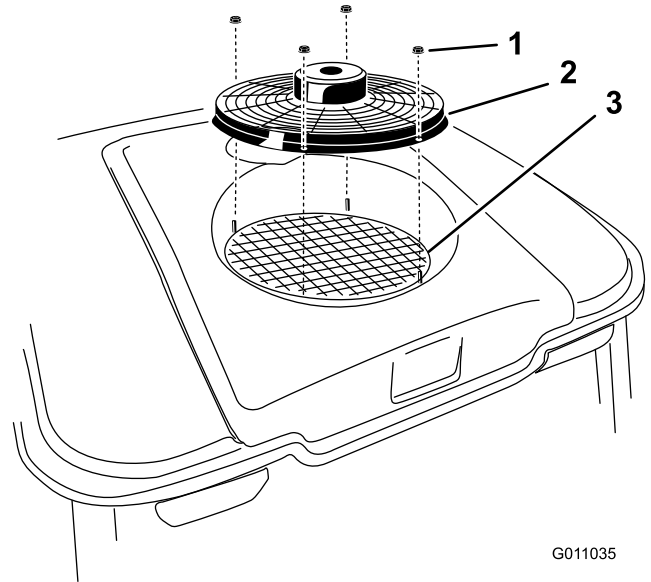

Bild 100
2. Nehmen Sie die vier Muttern ab, mit denen der Lüfter am Kabinendach befestigt ist; entfernen Sie den Lüfter (Bild 100).
3. Reinigen Sie die Klimaanlage-schlange Gitter gründlich mit Druckluft (Bild 100).